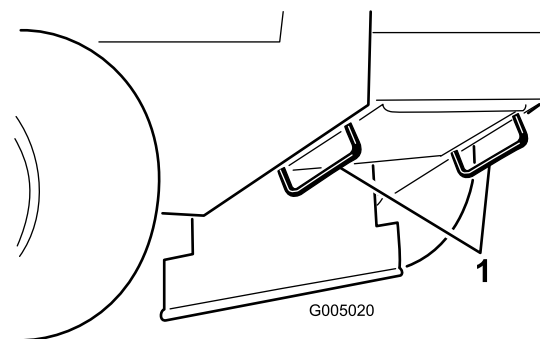

Figure 15
5. Servez-vous des points d'attache en métal de la machine pour arrimer celle-ci solidement sur le véhicule de remorquage à l'aide de sangles, chaînes, câbles ou cordes (Figure 15).